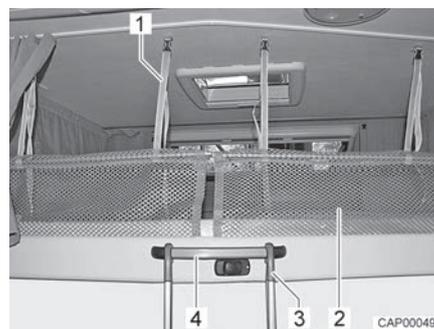

Bild 63 Aufstiegsleiter und Sicherungsnetz
- Aufstiegsleiter (Bild 63,3) mit beiden Bügeln im Griffbügel (Bild 63,4) am Hubbett einhängen.
Sicherungsnetz Die Sicherungsnetze (Bild 63,2) mit den Haltegurten sind unter der Matratze verstaut. Die Sicherungsnetze erst aufspannen, wenn sich die Personen bereits im Hubbett befinden.
Aufspannen: ■ Haltegurte (Bild 63,1) in die Halterungen an der Decke einrasten.